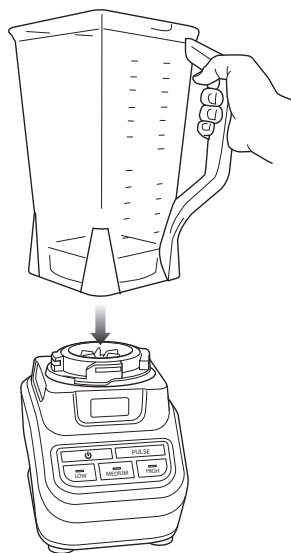

Fig. 1
- 2 Coloque la jarra sobre la base del motor. (Fig. 1)